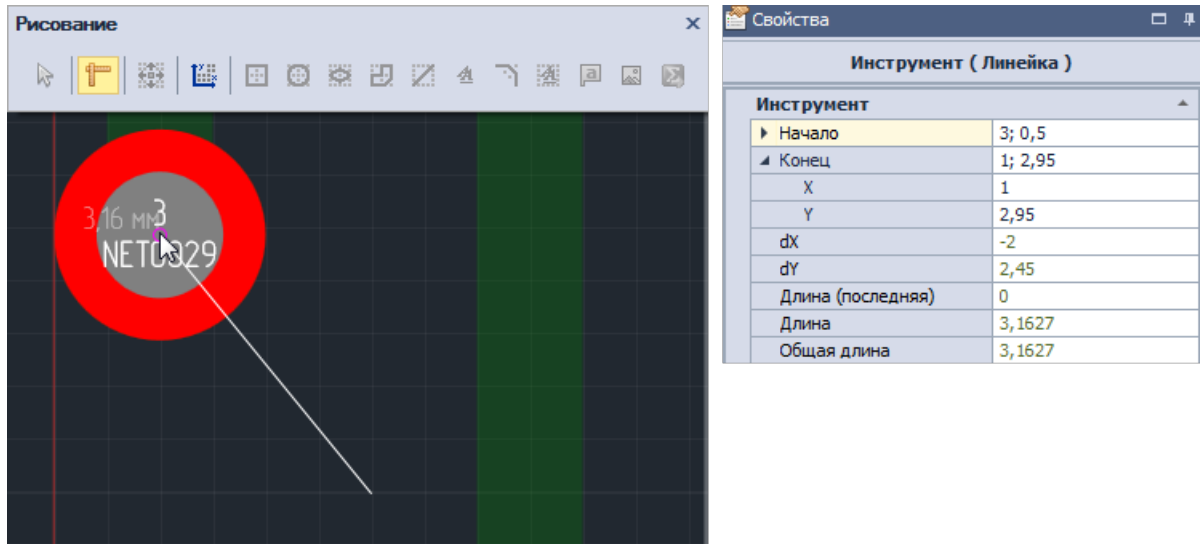

Рис. 475 Выбор и фиксация точки, до которой необходимо измерить расстояние
3. Переместите курсор в точку, до которой необходимо измерить расстояние или введите координаты в панели «Свойства» -> поле «Инструменты» -> пункт «Конец», см. Рис. 475.